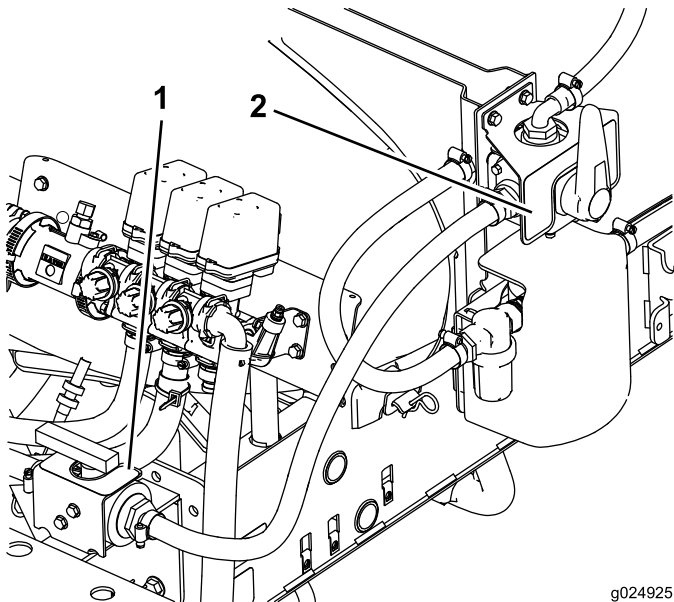

Bild 33
1. Reinigen Sie die Fläche gründlich, auf der Sie die zwei Aufkleber anbringen (Bild 33).